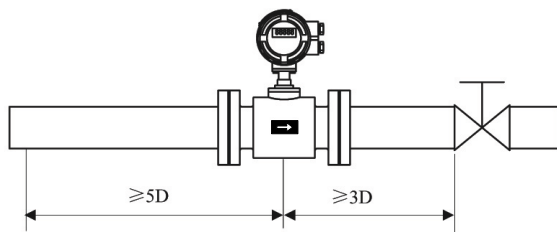

图 9
- 为确保流量计的测量精度，建议应保证传感器上游直管段长度至少应为 5 倍管径(5D)，下游直管段长度至少应为 3 倍管径(3D)。(参见图 8、图 9)